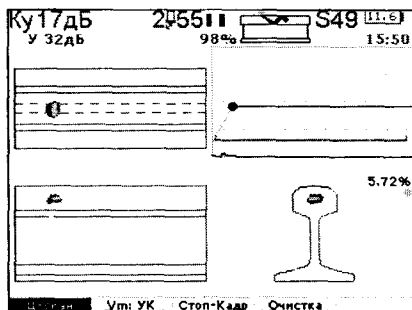
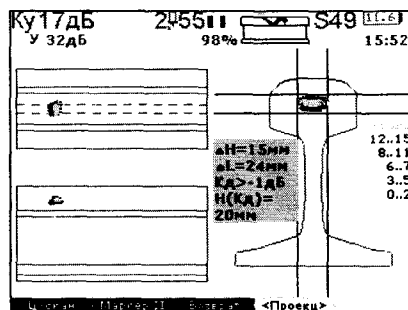
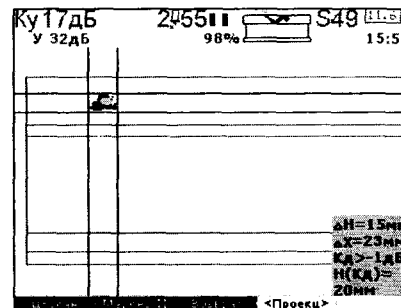
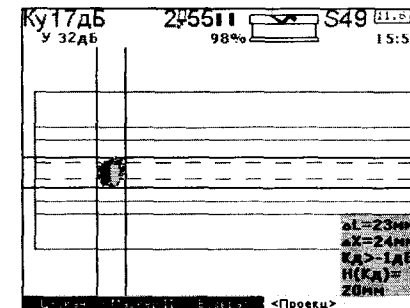

Рисунок 76
Рисунок 77
Рисунок 78
Рисунок 79
2.3 Установить блок излучателей УК на корпус ПЭП, который будет применяться для уточняющего контроля, как показано на рис. 79. Подключить разъем на соединительном кабеле блока излучателей к разъему с маркировкой «Г УК» на задней стенке электронного блока. Разъемы ПЭП соединить кабелями с предназначенными для подключения ручных ПЭП разъемами на задней стенке электронного блока.
3.3.3 Маркерные измерения на дефектограммах, записанных при уточняющем контроле с ручными наклонными ПЭП Н (рисунок 76), проводятся также, как и в эхо-канале режима 1 работы с РС ПЭП, при выводе на экран проекций А, Б и В участка рельса с дефектом (рисунок 77, рисунок 78, рисунок 79).